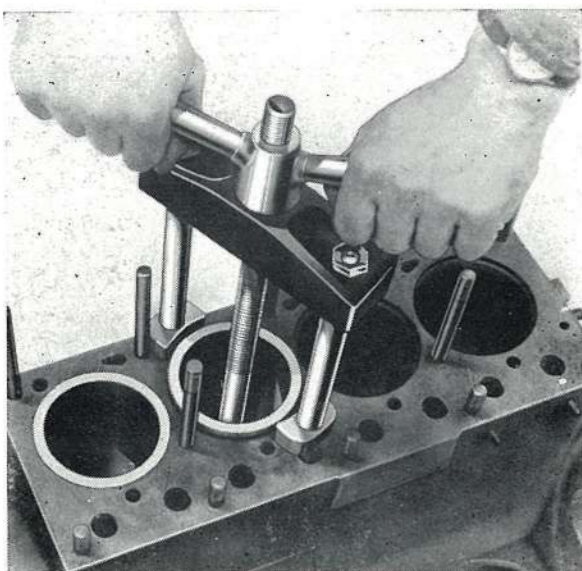

FIG. 21
4. Engager l'outil de service F T 1 (fig. 21) dans la chemise avec la partie la plus lourde de la bascule vers le haut; sortir la chemise.